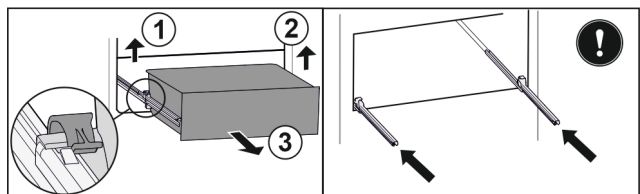

Fig. 142
- Nosta vasenta pidikettä ja vedä samalla vetolaatikkoa vasemmalta eteenpäin. Fig. 142 (1)
- Nosta oikeanpuolista pidikettä ja vedä samalla vetolaatikkoa oikealta eteenpäin. Fig. 142 (2)
- Poista vetolaatikko vetämällä sitä eteenpäin. Fig. 142 (3)